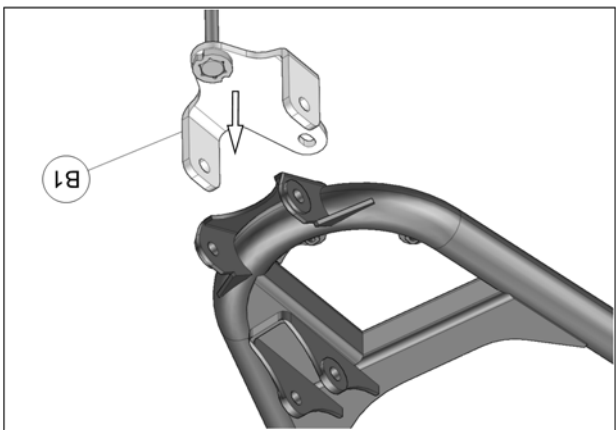

Fig. 7
6. Placer l'ancrage (B1) sous le bras de suspension inférieur. Voir la Fig. 7